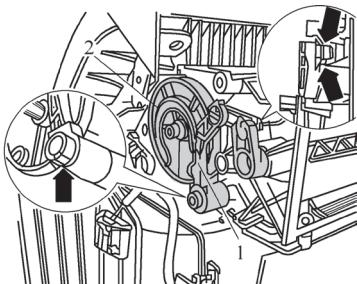

图 5-32 松开锁止卡
- 1) 如图 5-32 所示, 将锁止卡(图中箭头)从调节杆 1 上松开。